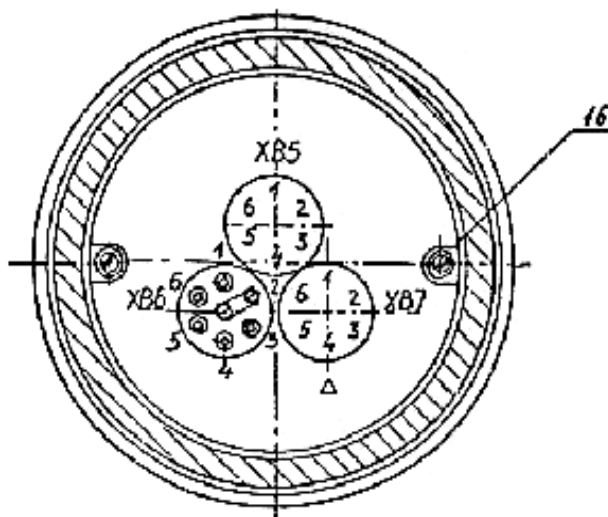

Рисунок 6 Электронный преобразователь
1.5.10 Электронный преобразователь смонтирован на трех платах 5, 7, 9 (рисунок 6) или на двух платах 5 и 9 (внешний вид смотри рисунок 6а). Платы размещены внутри специального корпуса 6. Плата 9 закрыта кожухом 10, который крепится двумя винтами 16. Корпус 6 закрыт крышками 4, 8 уплотненными резиновыми кольцами. Преобразователь имеет сальниковый кабельный ввод 13, клеммную колодку 1 для присоединения жил кабеля, винт 2 для подсоединения экрана, в случае исполнения экранизованного кабеля, и болт 14 для заземления корпуса. Клеммная колодка закрыта крышкой 15 и опломбирована.
Корректоры 11 и 12 (рисунок 6) служат соответственно для плавной настройки диапазона и “нуля” выходного сигнала.
На плате (рисунок 6а) переключатели SW1, SW3, SW4 служат для установки параметров выходного сигнала датчика: сигнал 4-20 или 0-5 мА, возрастающая или убывающая выходная характеристика.
Рисунок 6а
2.3.4 Заделку кабеля в сальниковый ввод преобразователя (рисунок 6) производить следующим образом: отвернуть крышку 4 и гайку уплотнения кабельного ввода 13. После подсоединения жил кабеля к клеммной колодке 1 и подсоединения экрана (если кабель экранированный) завернуть гайку уплотнения кабельного ввода 13, установить крышку 15, опломбировать и поставить крышку 4 на место.